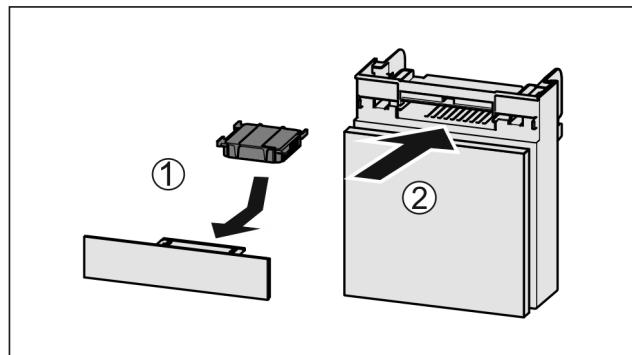

Fig. 117
- Вставить фільтр з активованого вугілля за малюнком Fig. 117 (1).
- Вставить відділення Fig. 117 (2).